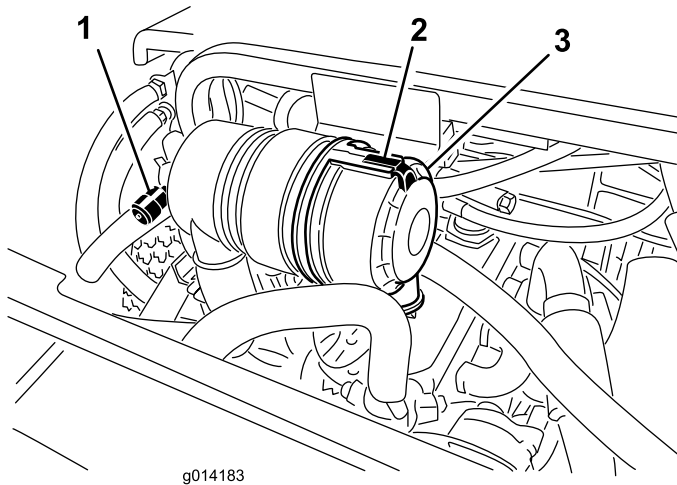

Figura 26
Faça a manutenção ao filtro de ar apenas quando o indicador de manutenção (Figura 26) o exigir. Mudar o filtro de ar antes de ser necessário apenas aumenta a possibilidade de entrar sujeira no motor quando retira o filtro.
1. Liberte o trinco que fixa a cobertura do filtro de ar ao respetivo corpo (Figura 26).